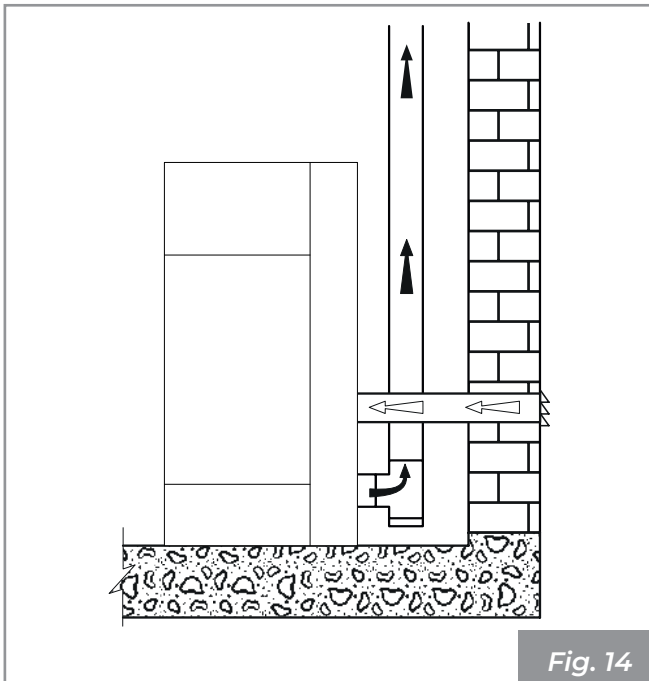

Fig. 14
- directamente desde el exterior con conexión directa a la cámara de combustión (**Fig. 14**).
Conectar la entrada de aire comburente del aparato a la toma de aire con un conducto adecuado (**Fig. 14**).